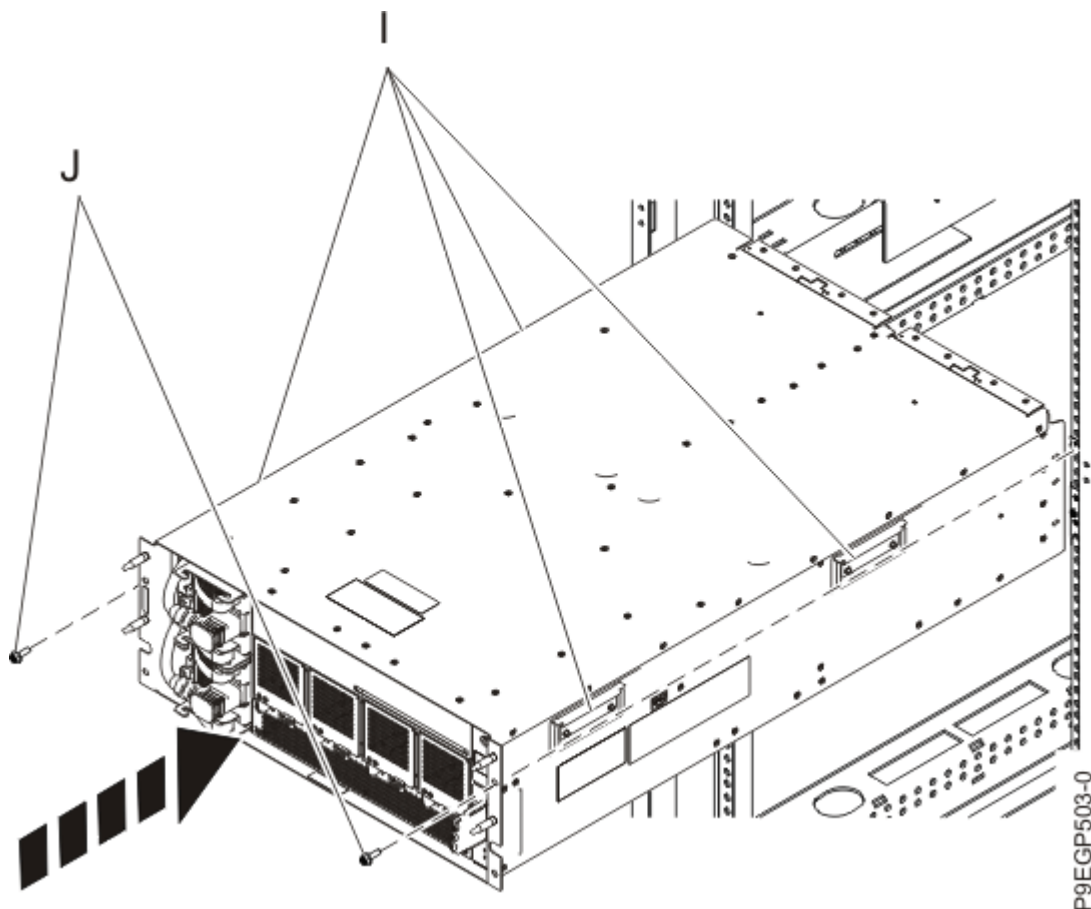

図 9. ラックへのドロワーの取り付け
4. 13 ページの図 9 に示すように、3 人のうち、2 人が 4 つのハンドル **(I)** をつかみ、残りの 1 人がドロワーの正面に立ってドロワーを誘導します。ドロワーを持ち上げて、レール前部に乗せます。
13 ページの図 9 を参照してください。